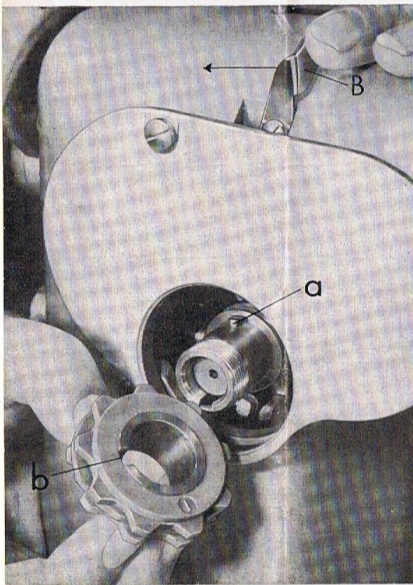

Abbildung 6
- Taste **B** (Abb. 6) wieder in Pfeilrichtung drücken und
- gleichzeitig neuen Schablonenblock einsetzen. Dabei muß Zapfen **a** in Nute **b** (Abb. 6) des Schablonenblockes einrasten.
- Dann kompletten Schablonenblock nach Abb. 6 einsetzen.
- Soll ein bestimmter Zierstich hergestellt werden, zuerst Schablonenblock mit dem gewünschten Muster nach Abb. 6 einsetzen.